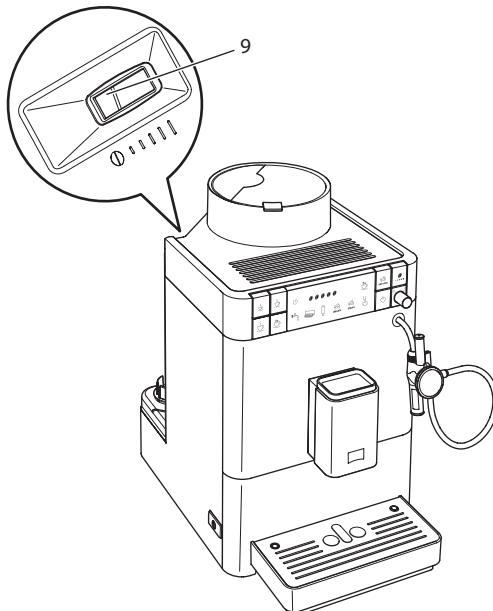

Рис. 13: Рычаг настройки тонкости помола
2. Переместите рычаг влево или вправо, как показано на Рис. 13.